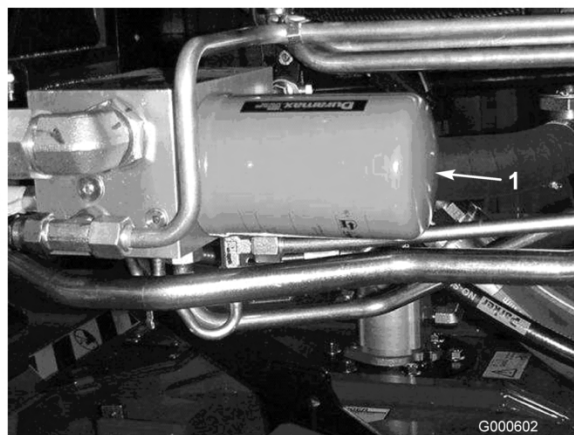

Figura 55
2. Limpe a zona de montagem do filtro. Coloque um recipiente de escoamento debaixo do filtro e retire o filtro (Figura 54 e Figura 55).